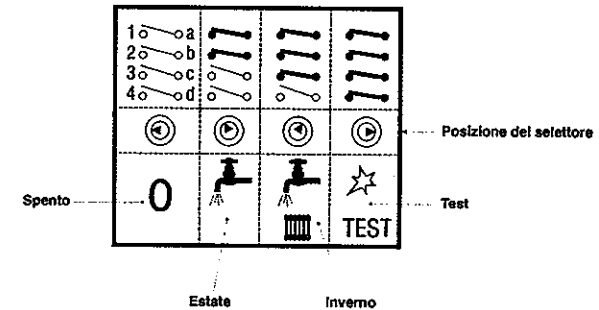

Fig. 1
## 1.03 Selettore del commutatore su posizione "INVERNO" (fig. 1)
## 1.04 Selettore del commutatore su posizione "ESTATE" (fig. 1)
## 1.05 Selettore del commutatore su posizione "TEST" (fig. 1)
- A questo punto scegliere se far funzionare la caldaia per il riscaldamento e la produzione d'acqua calda sanitaria, o per la sola produzione d'acqua sanitaria. Se si sceglie la prima condizione di funzionamento: riscaldamento + acqua calda sanitaria, posizionare il selettore (fig. 1) sulla posizione Inverno; ruotare quindi la manopola del termostato di regolazione su di un valore superiore a 50°C e quella dell'eventuale termostato ambiente, sul valore di temperatura desiderato. A questo punto il bruciatore si accende e la caldaia inizia a funzionare automaticamente, controllata dai suoi dispositivi di regolazione e di sicurezza.